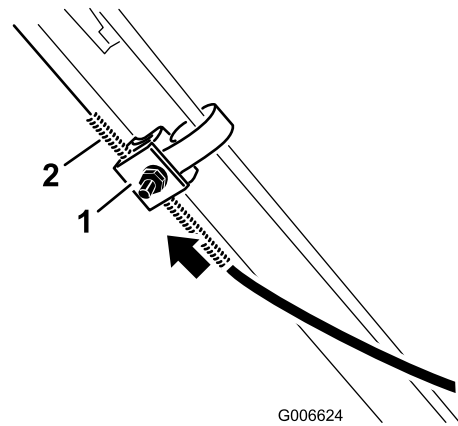

Figure 29
4. Remontez la gaine du câble de 5 mm (Figure 29).